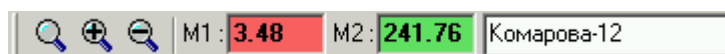

Рисунок 4.25
- непосредственным вводом расстояния в поле положения соответствующего маркера на **панели управления РФГ** (рисунок 4.25).